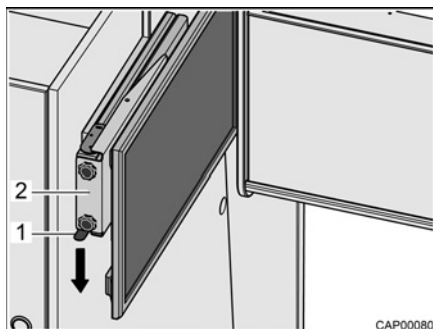

Fig. 49 Extension avec écran plat
- Presser le ressort à cran d'arrêt (Fig. 49,1) vers le bas et extraire l'extension (Fig. 49,2) avec l'écran plat à l'horizontale en direction du centre du véhicule.
- Pousser l'extension (Fig. 49,2) avec l'écran plat à l'horizontale jusqu'en butée. Le ressort à cran d'arrêt (Fig. 49,1) s'enclenche de manière audible.